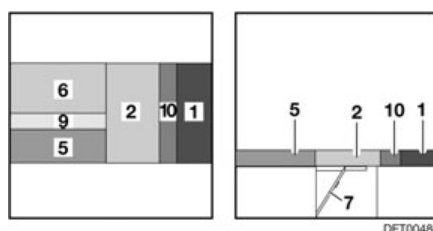
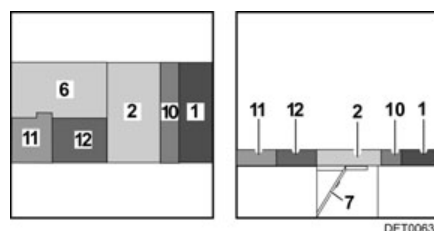

Fig. 134 Après la transformation (variante 1)
Fig. 135 Après la transformation (variante 2)
- Rabattre le coussin de dossier (Fig. 134,5) et le tirer vers le centre.
- Poser le coussin supplémentaire (Fig. 134,9) entre le coussin de dossier (Fig. 134,5) et le coussin d'assise (Fig. 134,6).
- Placer les coussins supplémentaires (Fig. 135,11 et 12) entre le coussin d'assise (Fig. 135,6) et la paroi arrière.
- Poser le coussin supplémentaire (Fig. 134,10 ou Fig. 135,10) entre le coussin de dossier (Fig. 134,1 ou Fig. 135,1) et le coussin d'assise (Fig. 134,2 ou Fig. 135,2).